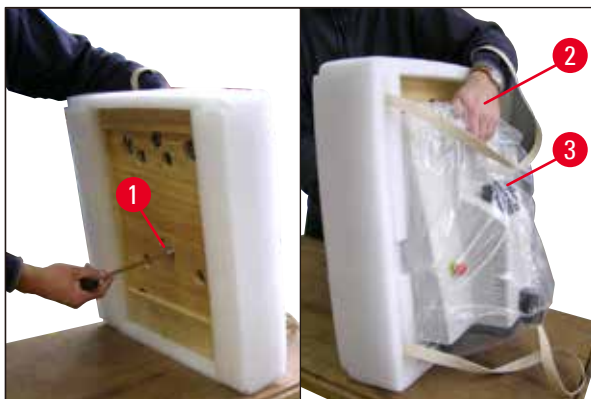

Fig. 5
- Sollevare lo strumento insieme alla piastra di base (→ Fig. 5), trattenendo lo strumento con una mano sul vano (→ Fig. 5-2) della vasca tampono! NON sollevarlo o trattenerlo MAI dalla testina di taglio (→ Fig. 5-3)! Con la chiave esagonale da 8, svitare la vite (→ Fig. 5-1) e rimuovere la piastra di base.